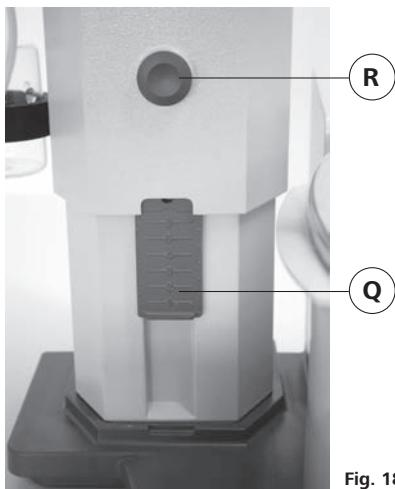

Fig. 18
- ☞ Pour déplacer l'élément de butée (Q), appuyez sur le bouton central (R) à l'avant du dispositif de levage (fig. 18).